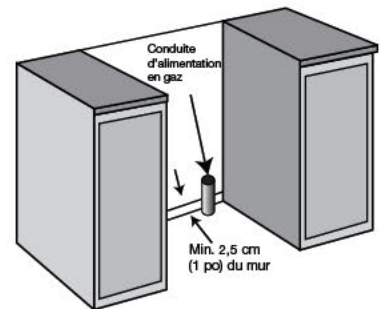

Figure 2
- La sortie d'alimentation en gaz doit être située près de l'ouverture pour cet appareil électroménager et à au moins 2,5 cm (1 po) du mur (voir la figure 2).